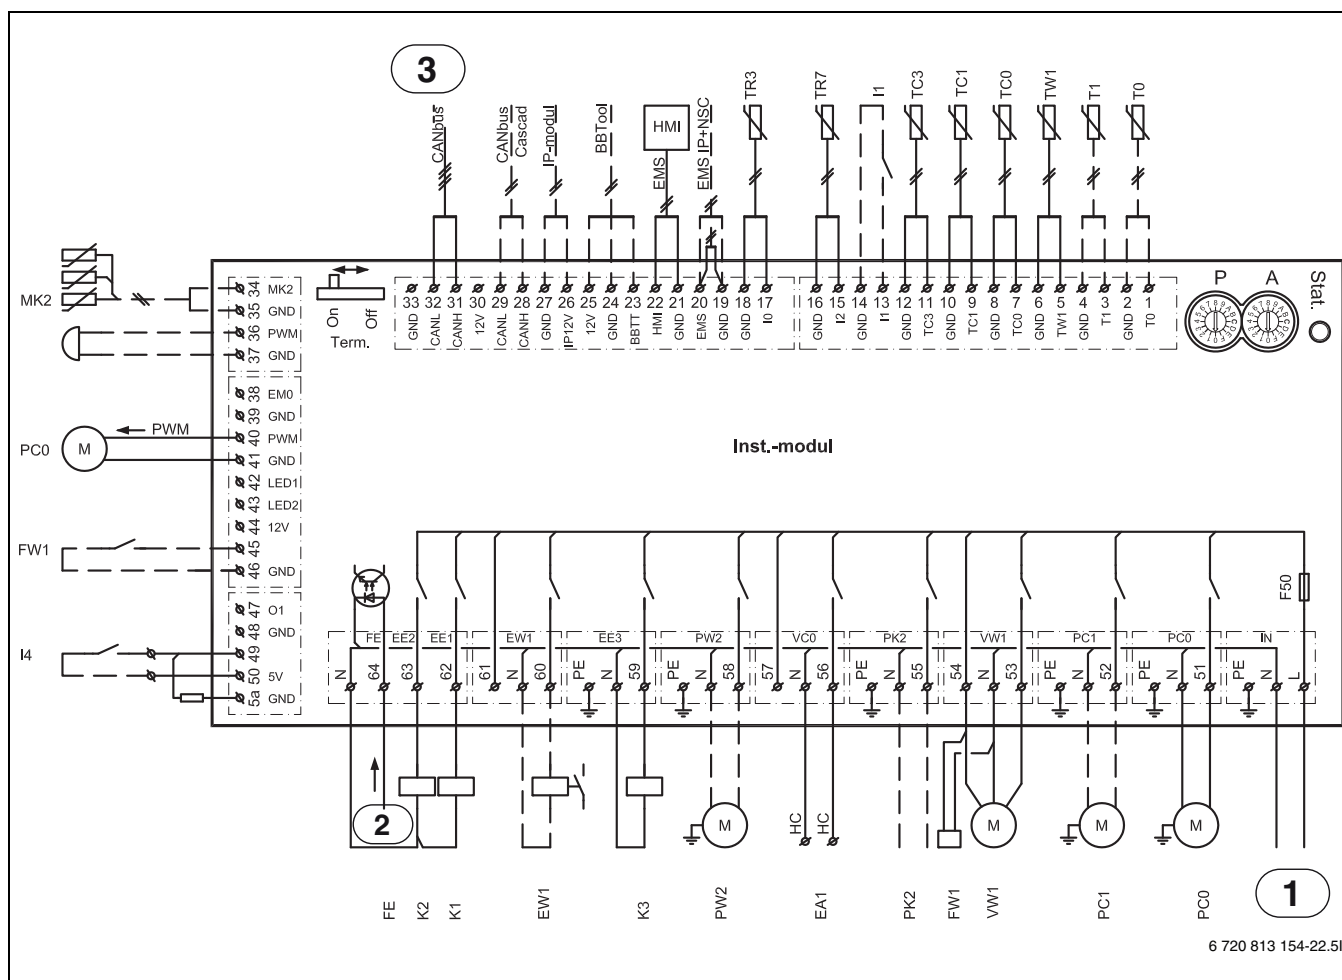

Fig. 30 Koblingsskjema installasjonsmodul
- [1] Driftsspenning installasjonsmodul ([1] fig. 30)
- [2] Alarmutgang elektrokolbe ([2] fig. 30)
- [1] Driftsspennings installasjonsmodul ([1] fig. 30)